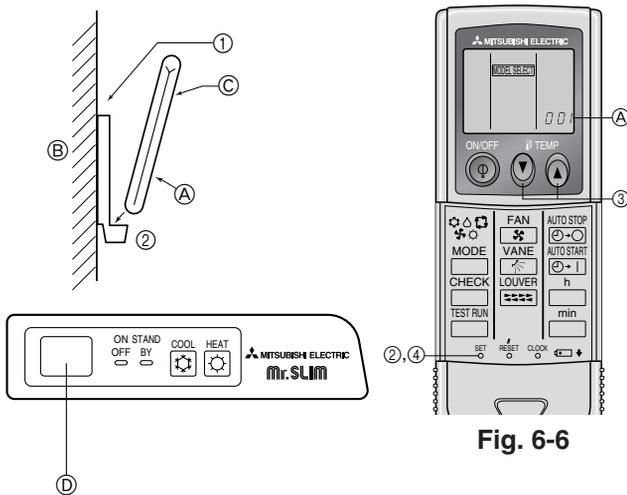

Fig. 6-5
2) Metodo di installazione (Fig. 6-5)